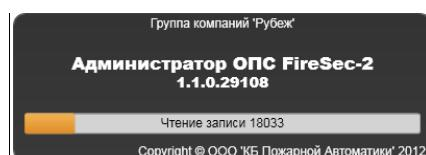

Рисунок 14.14.12 – Окно прогресса **Чтение журнала**
**Журнал событий** – функция, позволяющая просмотреть журнал событий ГК, выделенного в рабочей области. Выбор этой функции вызывает открытие окна чтения журнала событий ГК (Рисунок 14.14.12)